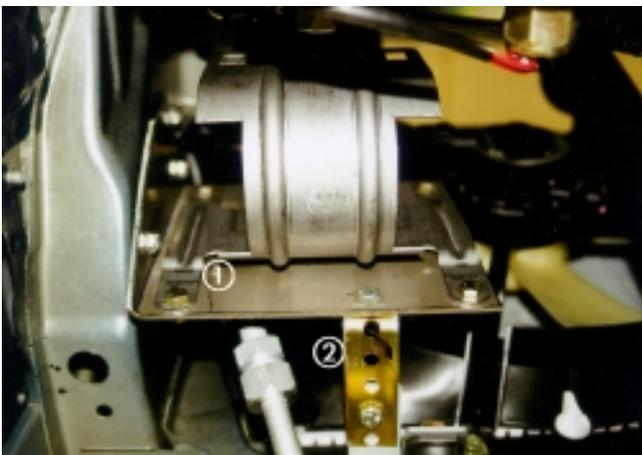

Bild 3
- ① Drei Befestigungsbohrung  $\varnothing 9$  mm mit Einziehmutter  $\varnothing 6$  mm
**Halteblech mit Gerätehalter - aus dem Einbausatz - befestigen** (siehe Bild 3)